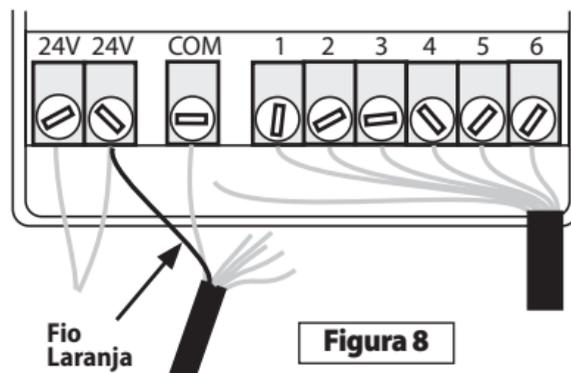

Figura 8
Ligue o fio Preto da SMRT-Y ao terminal comum. Desligue o cabo da zona assinalado no respectivo terminal e ligue-o ao fio Vermelho da SMRT-Y. Ligue o fio Verde da SMRT-Y ao terminal do qual o cabo da zona foi removido. Ligue o fio Laranja da SMRT-Y ao ponto de acesso de corrente AC de 24 volts ou ao terminal do transformador (consultar a Figura 8).
2. Ligue o fio Laranja da SMRT-Y a um dos terminais de 24 VAC no programador. Para determinar a qual dos terminais de 24V deve ligar o fio Laranja, toque com o fio Laranja em cada um dos terminais com o programador ligado (adaptador de AC ligado). Utilize o terminal que activa o visor da SMRT-Y (consultar a Figura 8).